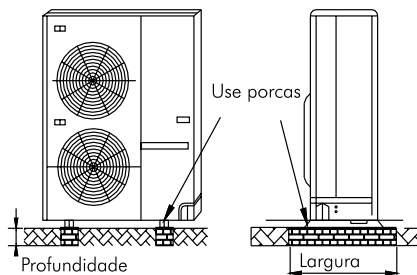

Fig. 5
- 1 - Fixe a unidade na base, use o nível (Fig. 5).